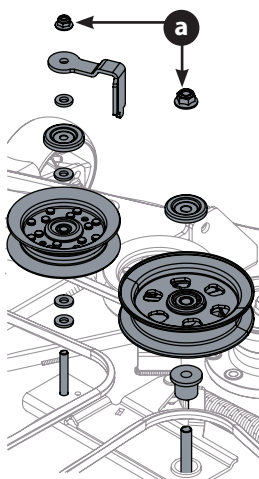

Figure 56
4. Pour retirer les deux poulies de tension, enlevez les écrous autobloquants supérieurs des poulies et retirez les poulies du bras de renvoi (Figure 56).